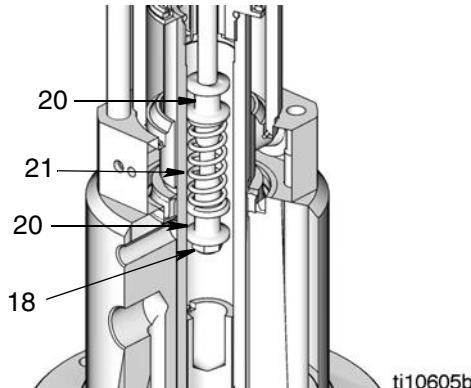
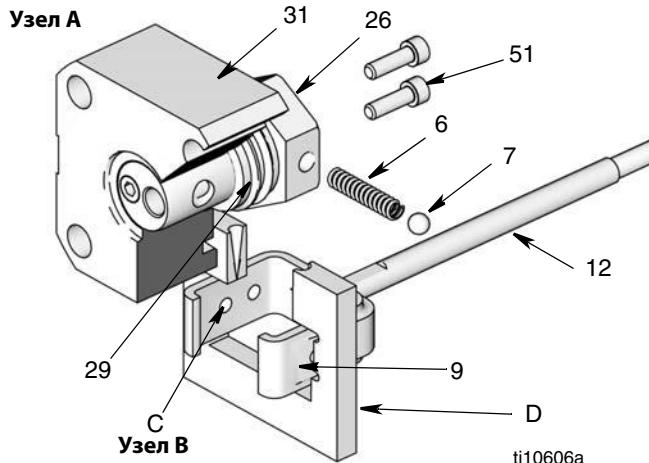

Рис. 23
Рис. 24
- Для удаления клея с внутренней резьбы хомута (9) используйте метчик 1/4-28 UNF-2A.
1. При необходимости установите на блокировочный шток новую пружину, как показано ниже (Рис. 23):
- Первый фиксатор (20)
- Новая пружина (21)
- Второй фиксатор (20)
2. Закрутите на заплечике штока гайку (18) до упора (Рис. 23).
3. Если во время разборки вы снимали хомут клапана (9) с блокировочного штока (12), нанесите состав для резьбы Loctite 609 на два или три первых витка внутренней резьбы хомута (9).
4. Нанесите на наружную резьбу блокировочного штока (12) предохранительный состав. Подождите 3–4 минуты, пока состав не высохнет. Установите блокировочный шток в хомут (9). Затяните с усилием 54–56 дюймофутов (6,1–6,3 Н·м). Удалите лишний герметик.
5. Нанесите состав Loctite 242 или Perma-Loc 115 на два или три первых витка резьбы клапанного узла (31).
6. Если во время разборки вы извлекали винты с колпачком (51), нанесите герметик на два или три первых витка внутренней резьбы упора клапана (26) (Рис. 24, стр. 17).
7. Нанесите на наружную резьбу клапанной втулки (29) предохранительный состав. Подождите 3–4 минуты, пока состав не высохнет. Установите винты с колпачком (51). Затяните с усилием 42–45 дюймофутов (4–5 Н·м). Удалите лишний герметик.
8. Извлеките уплотнительное кольцо (13) из нижней части крышки цилиндра (31) и вставьте новое кольцо.
9. Установите поршень (22) на шток (34) и закрепите его с помощью ключа для круглых гаек. Затягивать следует с усилием 40–48 футофунтов (54–65 Н·м).
10. Поместите узлы А и В (Рис. 24) на рабочий стол.
11. Поместите узел В по центру инструмента (D) (номер по каталогу 189305). Выровняйте верхние фиксирующие отверстия (С) хомута (9) по осевой линии инструмента (D) (Рис. 24).
12. Вставьте пружину (6) и один из шариков (7) в упор клапана (26) узла А. Наклоните упор клапана и приступите к вводу этого упора в инструмент (D). Шарик должен попасть в округленное отверстие в инструменте (D). Наденьте на другой конец пружины еще один шарик и надавите на него большим пальцем, одновременно поворачивая упор клапана (26). Делать это нужно до тех пор, пока пружина не окажется в горизонтальном положении, а шарики не встанут на место. Не выпускайте узел из рук (Рис. 24).
13. Вставьте упор клапана в сборе в инструмент. Шарики (7) должны попасть в верхние отверстия (С) в хомуте (9), а изогнутые концы зажима для направляющего устройства обязаны войти в зацепление с канавкой клапанной втулки (29). Снимите инструмент (D) со штока (12) (Рис. 24).
14. Зажмите переходник (43) в тисках. Установите уплотнения в соответствии с инструкциями по замене щелевых уплотнений на стр. 12.